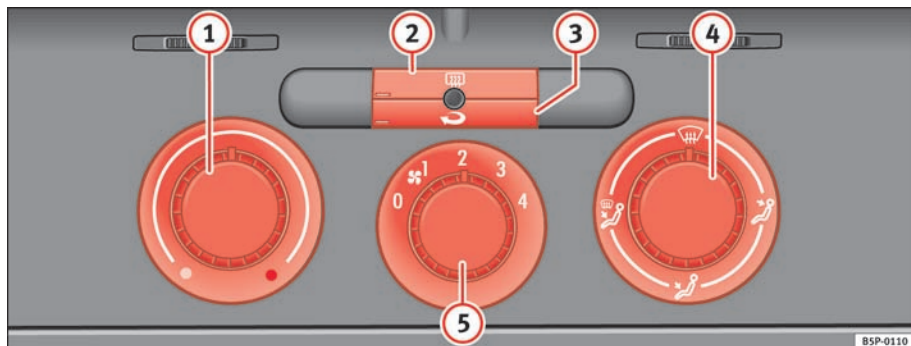

Fig. 122 På instrumentpanelet: betjeningselementer til varmeanlæg
- Du kan indstille temperatur, luftfordeling og blæsertrin ved hjælp af kontakterne ⇒ fig. 122 ①, ④ og ⑤.
- Tryk på den pågældende knap ② eller ③ for at aktivere eller deaktivere en funktion. Når funktionen er aktiveret, er der lys nederst til venstre på knappen.